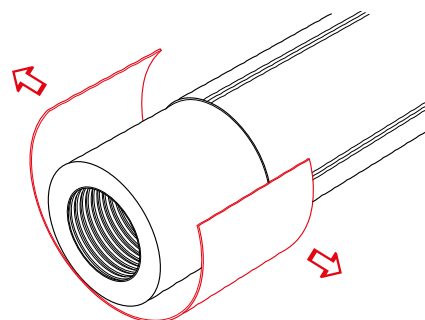

Рис. 4.4.4
4. Удалить надрезанный участок защитной оболочки (рис. 4.4.4).